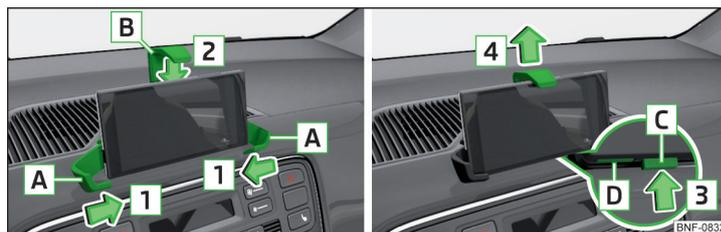

Fig. 77 Installer/Retirer un téléphone
- Installer le téléphone entre les bras **A**, les déplacer dans le sens de la flèche **1** et fixer le téléphone » fig. 77.
- Appuyer sur le bouton **C** dans le sens de la flèche **3**, le bras **B** se déplace dans la position de sortie dans le sens de la flèche **4** » fig. 77.